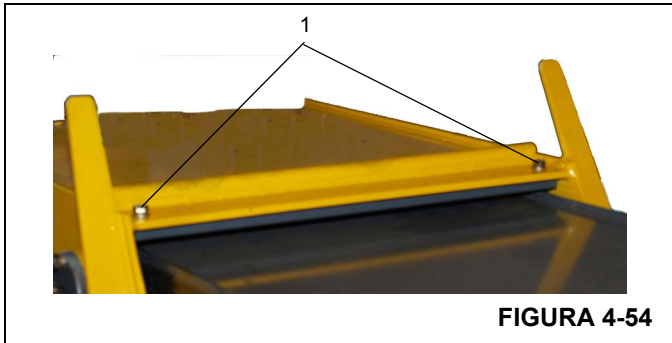

FIGURA 4-54
- 18. Instale la placa de contragolpe con su tornillería (Figura 4-54, 1) en la parte superior interior de la sección central exterior.